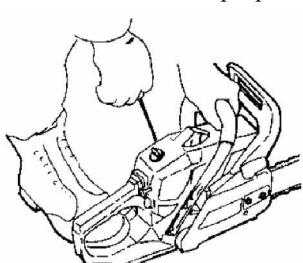

Рис. 9.
5. Надежно удерживая бензопилу на поверхности земли, резко потяните за рукоятку тросика ручного стартера. См. Рис. 9.